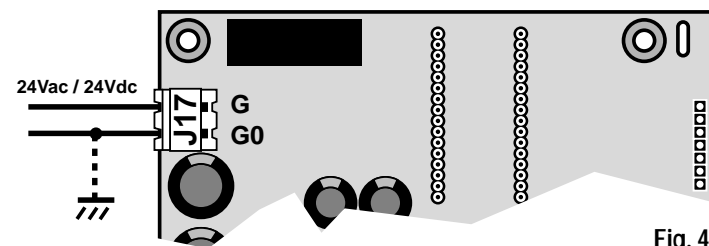

Fig. 4
1. Connettore per l'alimentazione della scheda (vd. anche fig. 4)
Nell'installazione si deve utilizzare un trasformatore di sicurezza di Classe II di almeno 50 VA se utilizzato per la sola alimentazione di un controllore pCO. Nel caso lo stesso trasformatore sia destinato anche ad alimentazione di ausiliari od altro, vanno computati a carico del controllo i soli 15 VA indicati (Ptot.trasf=Pxx+Pxy+.....+15 VA). Qualora il secondario del trasformatore sia posto a terra, verificare che il conduttore di terra sia collegato al morsetto G0 (fig. 4). Se si alimentano più schede pCO collegate in rete pLAN, assicurarsi che siano rispettati i riferimenti G e G0 (G0 deve essere lo stesso per tutte le schede). In caso di utilizzo della rete pLAN, richiedere il manuale pCO CAREL.
1. Power supply connector (see also Fig. 4)
When installing a pCO controller use a minimum 50VA safety transformer II Class separate. If the same transformer is also used to supply auxiliary devices, the pCO electrical board must be calculated at the 15VA rating (Transformer Total Power=Pxx+Pxy+.....+15VA). If the transformer secondary winding is grounded, check that the ground cable is connected to terminal G0 (see Fig. 4). If more than one pCO board, connected to the pLAN, must be powered, please check if G and G0 references are observed (G0 must be the same for every board).